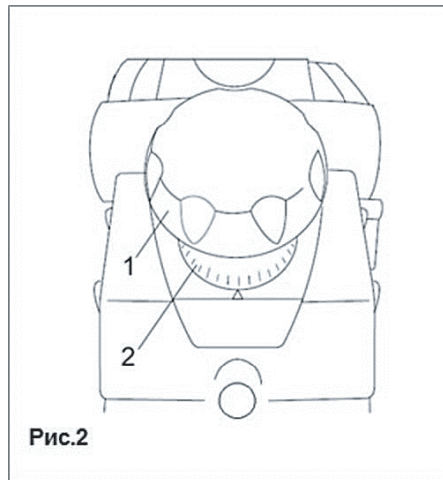

Рис.2
- Повертайте ручку регулятора глибини стругання (1) для вибору потрібного значення глибини.
- Один оборот диска показчика (2) дає максимальну глибину стругання 3 мм.
- Одно ділення диска відповідає зміні глибини на 0,1 мм. (Рис.2)